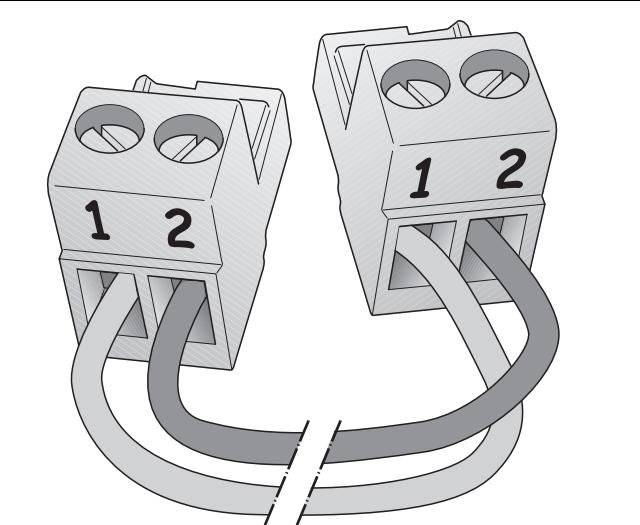
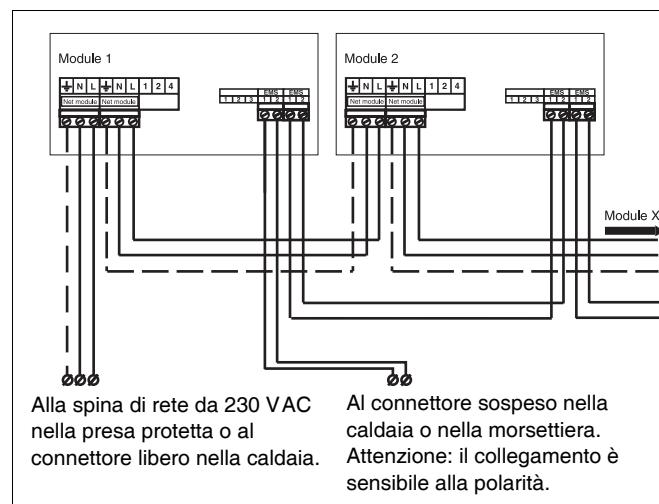

Fig. 45 Polarità Bus EMS
Fig. 47 Collegamento di più moduli
- Collegare il cavo del morsetto 1 sul morsetto 1 e del morsetto 2 sul morsetto 2 (fig. 44 e fig. 45).
- Approntare un cavo di collegamento bus EMS sufficientemente lungo. A tale scopo, utilizzare un cavo elettrico bipolare da 0,4 – 0,75 mm² e il connettore fornito insieme al modulo (fig. 45).
- Collegare il cavo del morsetto 1 sul morsetto 1 e del morsetto 2 sul morsetto 2 (fig. 45 e fig. 47).
- Collegare l'altra estremità del cavo del bus EMS al primo modulo (fig. 47).
- Collegare il cavo del bus EMS del primo modulo al modulo successivo (fig. 47)
- Collegare il cavo di rete a CA, 230 V al modulo (fig. 47). Qualora si utilizzino più moduli, l'alimentazione da 230 VAC del modulo successivo potrebbe essere derivata con la spina fornita in dotazione al modulo, e con un cavo elettrico tripolare da 0,75 mm² con cavo di protezione.
- Collegare il cavo di alimentazione a CA, 230 V del modulo precedente al modulo successivo (fig. 47).